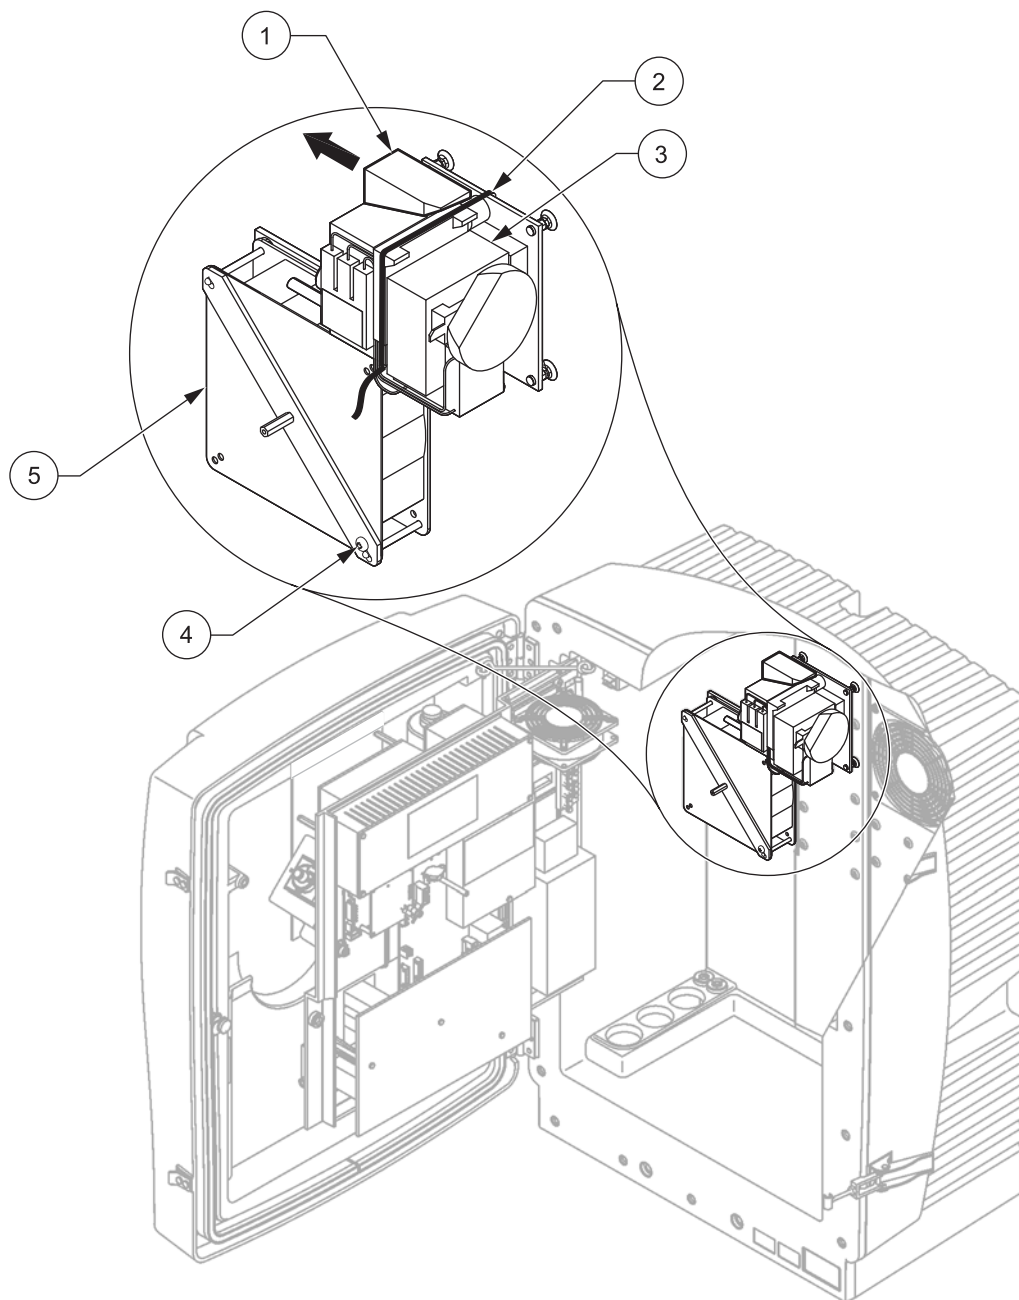

图 7 取下风扇锁定螺钉和压缩机运输锁¹
3. 从分析器面板后面的风扇上取下风扇锁定螺钉（图 7）。
4. 取下电缆线并向左拔出压缩机运输锁（图 7）。